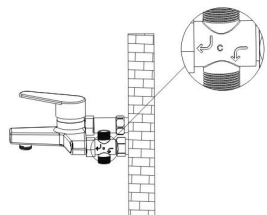

图13装好后的示意图
4、安装好混水阀后的示意图，按照示意图及接头上的标志，调整冷水接头的出水口方向朝下，如图13所示。